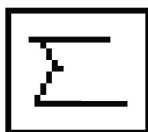

Figura 13
- ✓ Presionar el botón estadísticas (Figura 13) para calcular la integral. Anotar el resultado: (tomarlo con un 10% de error)